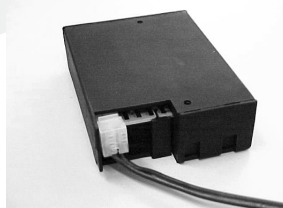

fig. 7
- Conecte los cables al bloque regulador del gas. Los enchufes tienen medidas diferentes y pasan sólo en su conector en bloque regulador de gas (fig. 7).